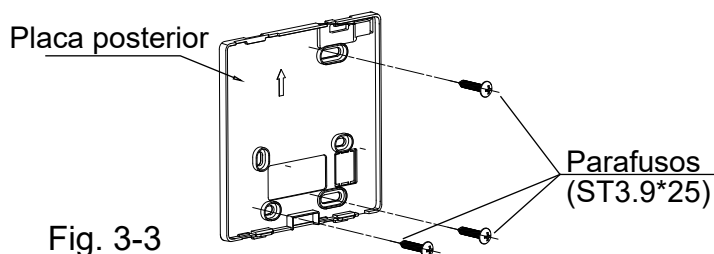

Fig. 3-3
- Para uma montagem em superfície, fixar a placa traseira à parede com 3 parafusos (ST3.9 x 25) e os tampões. (Fig. 3-3)